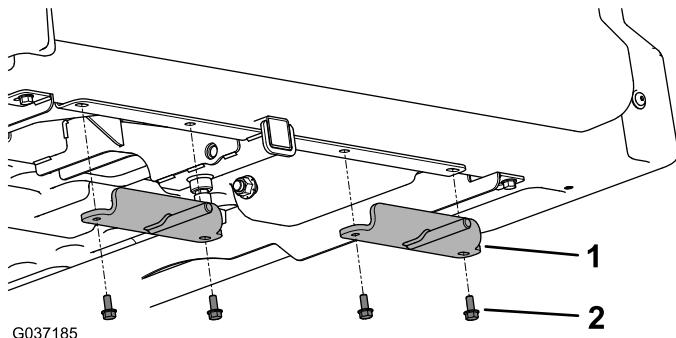

Figura 3
- Montate i 2 stabilizzatori sulla parte inferiore del pianale di carico, utilizzando le viti esagonali flangiante (5/16 x 3/4 poll.) rimosse in precedenza, come illustrato nella Figura 3.